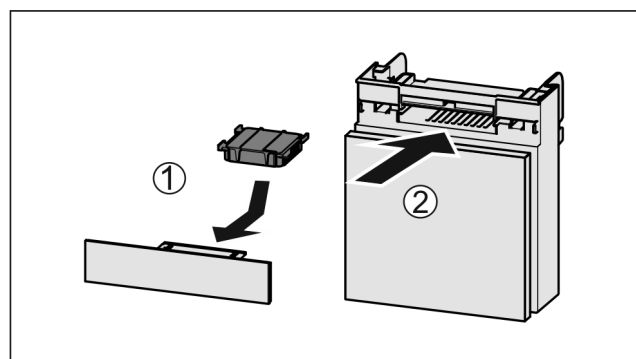

Fig. 116
- Insérer le filtre à charbon actif d'après le schéma Fig. 116 (1).
- Insérer le compartiment Fig. 116 (2).